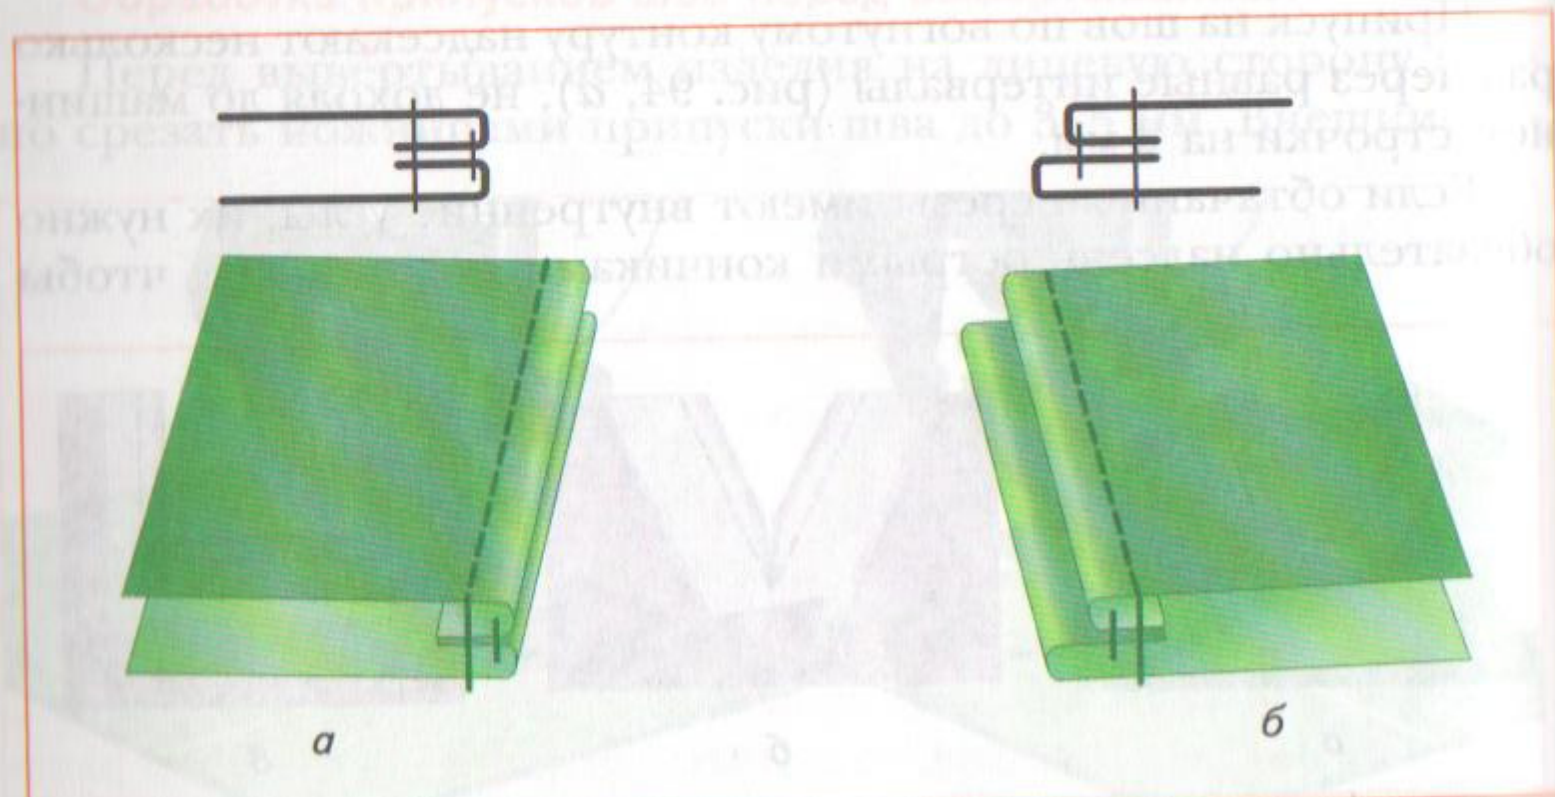

Рис. 95 Условное и графическое изображение обтачного машинного шва: а — с расположением шва на сгибе; б — в кант
- с расположением шва на сгибе (рис. 95, а);
- в кант (с образованием канта) — шов вымётывают так, чтобы из одной детали образовался кант шириной 1–3 мм (рис. 95, б).